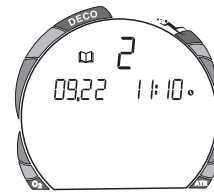

Fig. 81 - Log Modus
**Aufrufen dieses Tauchgangs im Logbuch (Abb. 81)**